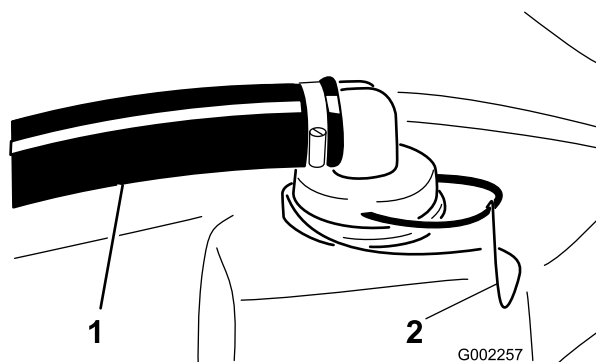

Figura 66
2. Retire a fixação do encaixe vermelho colocado na tubagem mais larga na parte superior do depósito (Figura 66).
3. Retire a tubagem do depósito (Figura 66).